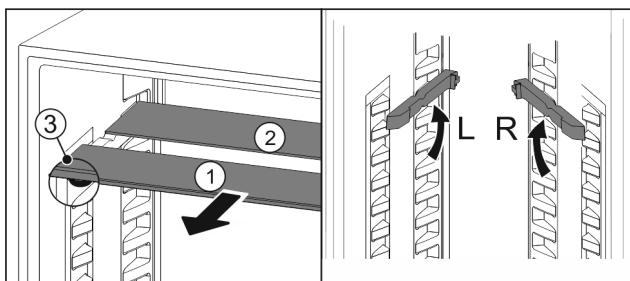

Fig. 85
- Издърпайте Fig. 85 (1) поотделно стъклените площи напред.
- Стъклената плоча Fig. 85 (1) с декоративната лайстна е отпред.
► Ограничителите Fig. 85 (3) сочат надолу.